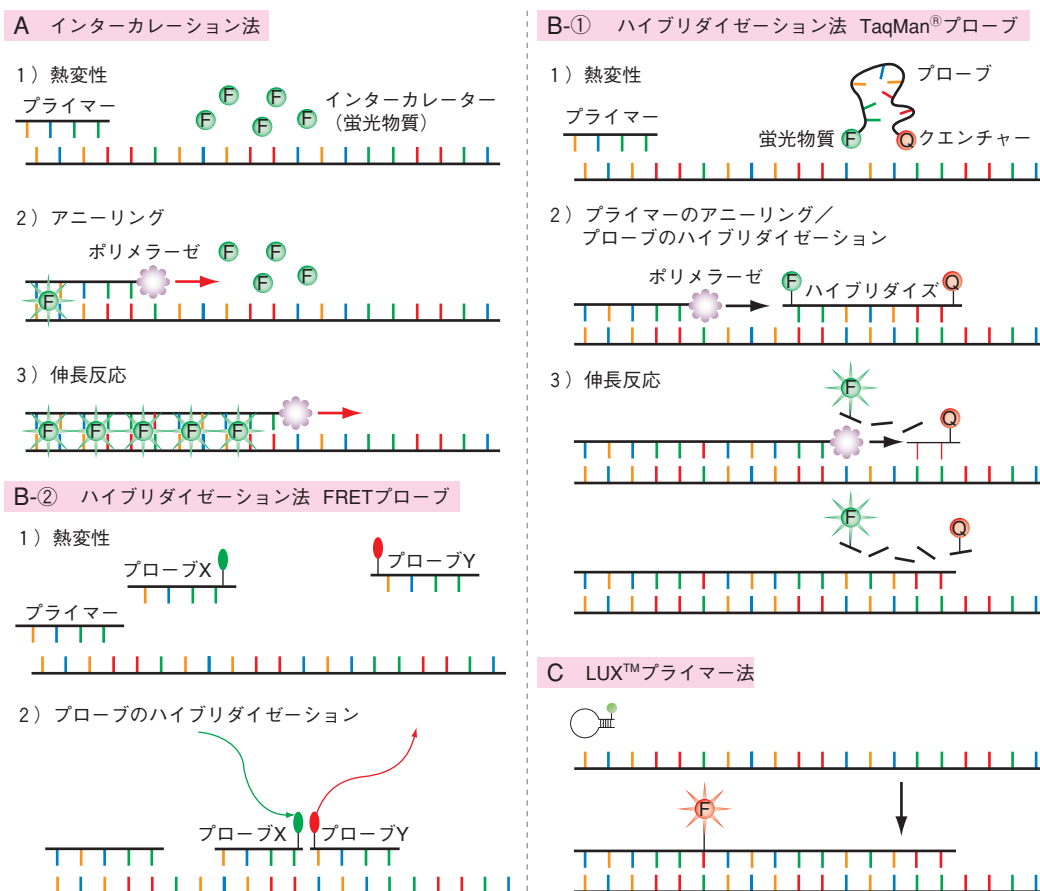

図1 ●リアルタイムPCRの検出法 (本文参照)
検出方法には2種類あり、A：インターカレーション法と、B：ハイブリダイゼーション法がある。インターカレーション法では、SYBR®Greenなどの蛍光物質が伸長反応の終わったPCR産物の2本鎖DNAに入り込み発光する（図1-A）。この方法は、最も一般的で手軽にできるが、PCR産物が目的遺伝子以外の反応産物を合成してしまう場合には、目的とするRNAの定量はできない。その時は、特異性の高いハイブリダイゼーションプローブを用いる。ハイブリダイゼーション法には、①TaqMan®プローブ法と、②FRETプローブ法とがあり、ほとんどの装置は設定を変えるだけでどちらのプローブも利用できる。まず、TaqMan®プローブは、目的mRNAに特異的なオリゴヌクレオチドの5'末端が蛍光物質で、3'末端がクエンチャー（蛍光を消光させる物質）で修飾されている。これを反応系に加えると、アニーリング過程でTaqMan®プローブは、目的とするPCR産物にハイブリダイズするが、蛍光はクエンチャーにより抑制されている。伸長反応で、Taq DNAポリメラーゼのもつ5'→3'エキソヌクレアーゼ活性により、ハイブリダイズしているTaqMan®プローブが分解され、クエンチャーによる抑制
A) インターカレーション法, インターカレーター: SYBR®Green, EtBrなど. B) ハイブリダイゼーション法, ①TaqMan®プローブ法, ②FRETプローブ法. C) LUXプライマー法
が解除され蛍光を発する (図1-B-①). 一方, FRET (蛍光共鳴エネルギー転移) プローブは, 目的mRNAに特異的な2本のオリゴヌクレオチドのうち, 一方の3'末端に蛍光物質Xが, 他方の5'末端に蛍光物質Yが修飾されている. 両者がPCR産物に同時にハイブリダイズすると蛍光物質Xの蛍光で蛍光物質Yが励起され強い蛍光を発する (図1-B-②). プローブ法とインターカレーション法の間のような方法としてLUX™ (Light Upon extension) プライマー法 (invitrogen社から販売) がある. 蛍光 (LUX) プライマーと未標識のプライマーの2本でPCRを行い, 検出する方法で, LUX™プライマーはヘアピン構造を取るように設計し